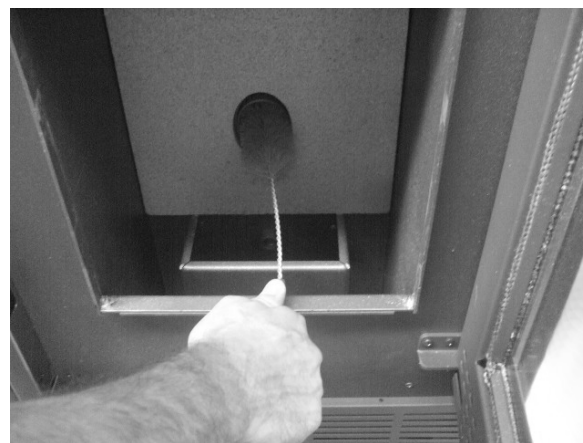

Fig. 26 - Czyszczenie szczotką do rur
- Szczotką do rur wyczyścić również otwór wpadania peletów (patrz **Fig. 26**).